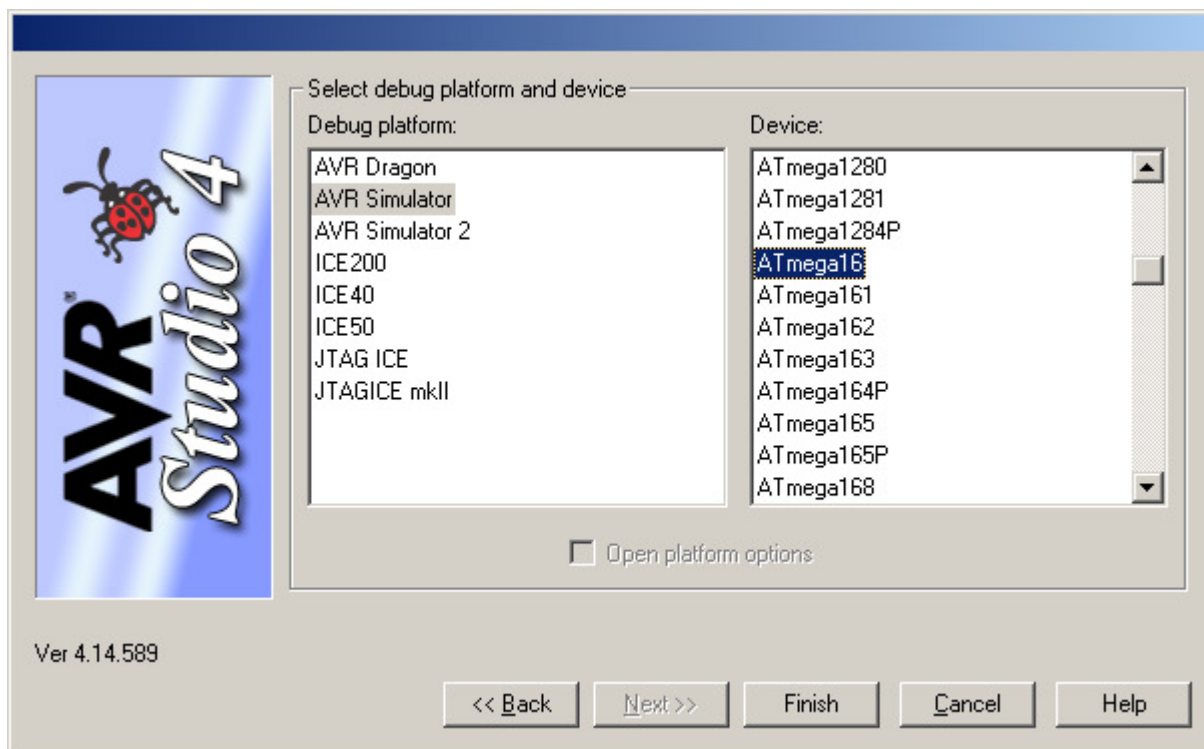

Рис. 1.3. Окно выбора способа отладки программы и типа МК
1.1.3. Следующее окно позволяет выбрать способ отладки программы и тип МК (рис. 1.3). Окно содержит следующие опции: